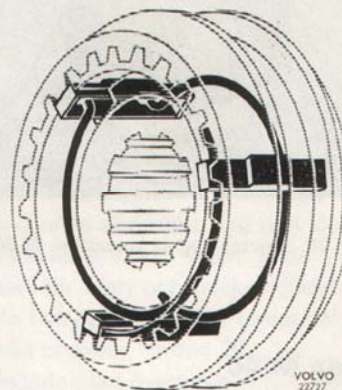

Bild 31. Hopsättning av synkronisering.
3. Montera fjäderringarna, medbringare och kopplingshylsa för 1:ans synkronisering på huvudaxeln. Montera fjäderringarna rätt, se bild 31. Montera distanshylsa och tryckbricka.
6. Montera tryckbricka, 2:ans kuggjul och synkroniseringskona på axeln. Sätt samman 2:ans och 3:ans synkronisering. Montera fjäderringarna rätt, se bild 31. Montera därefter synkroniseringsringen på huvudaxeln. Välj ut en låsring som passar väl i spåret och montera den.
3. Montera detaljerna för 1:ans och 2:ans synkronisering på huvudaxeln. Montera fjäderringarna rätt, se bild 31.
6. Montera tryckbricka, 3:ans kuggjul och synkroniseringskona på axeln. Sätt samman 3:ans och 4:ans synkronisering. Montera fjäderringarna rätt, se bild 31. Montera där efter synkroniseringen på huvudaxeln. Prova ut en låsring av rätt tjocklek och montera den.